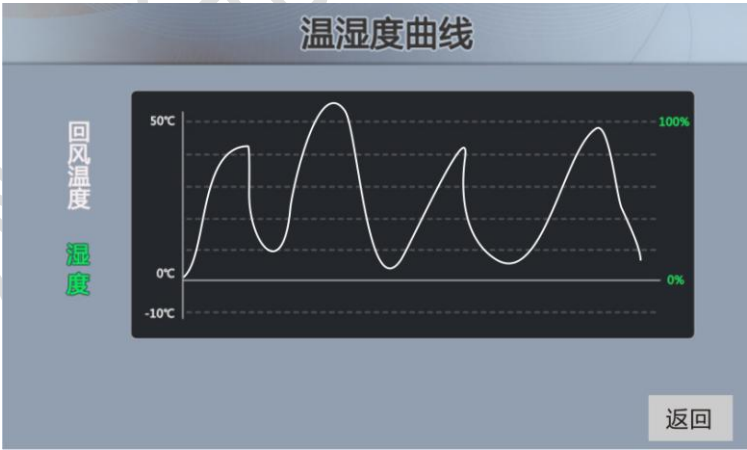

图 3.8 曲线控件显示
(8) 曲线显示。若用户需要实现图 3.8 中曲线显示，用户主机只需发送 AD 采样序列值，设备将会自动进行缩放、平移推进显示。